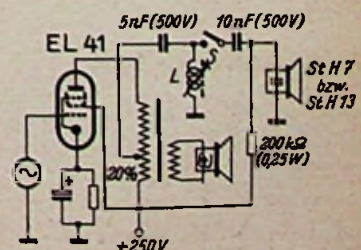

Bild 6. LC-Ankopplung der statischen Lautsprecher von Isophon
a. LC-Ankopplung (Bild 6): Die Tonfrequenzspannung wird einer Anzapfung der Primärspule des Ausgangsübertragers entnommen, die windungszahlmäßig bei 20 % liegt, vom Spannungszuführungspunkt aus gerechnet. Die Induktivität der Spule L muß beim System St H 13 (13 cm Ø) etwa 42 mH und beim System St H 7 (7 cm Ø) etwa 72 mH betragen. Am besten eignet sich eine Spule mit verschiebbarem Eisenkern, wie sie für die 9-kHz-Sperre verwendet wird. Der Abgleich erfolgt bei 7,5 bis 8 kHz auf Spannungsmaximum an der